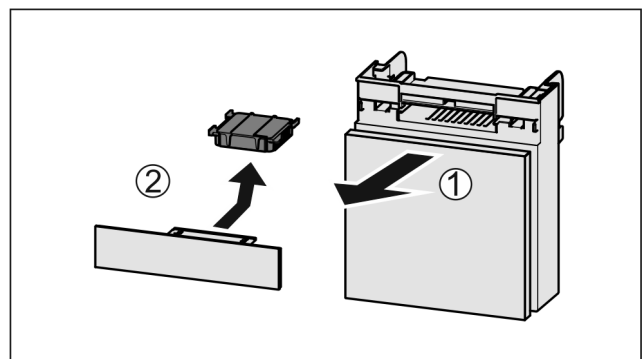

Fig. 50
- ▶ Lade vanaf de voorkant eruit trekken Fig. 50 (1).
- ▶ Actiefkoolfilter verwijderen Fig. 50 (2).